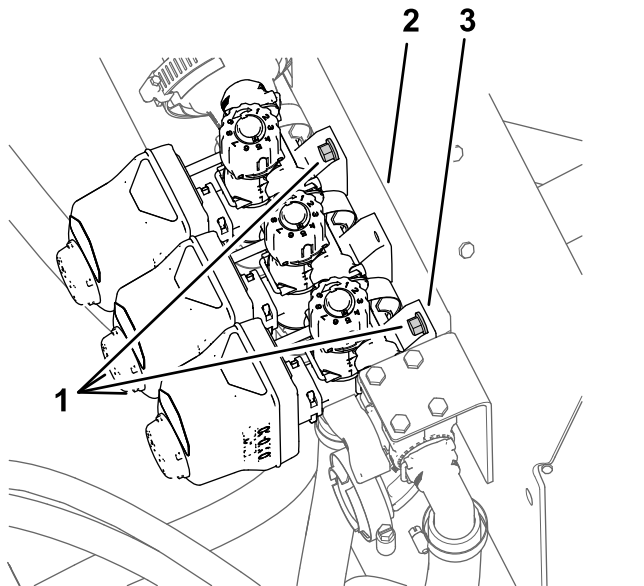

图 33
1. 松开将 3 个喷洒臂段阀固定至歧管安装架的 4 个凸缘头螺栓 $\frac{1}{4} \times \frac{3}{4}$ 英寸和 4 个凸缘锁紧螺母 $\frac{1}{4}$ 英寸 **图 33**。